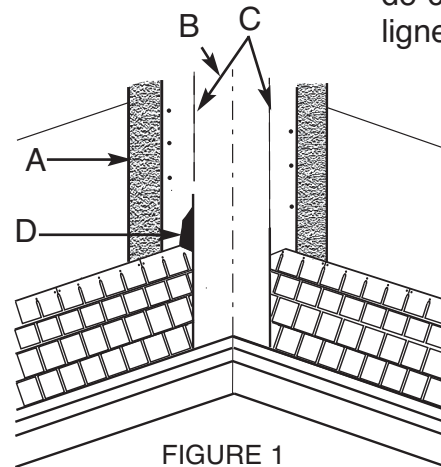

FIGURE 1
**OPEN METAL VALLEY:** (FIGURE 1) For longer roof performance, metal valleys are recommended. Complete valley flashing before shingles are applied. Center a 36" width strip of ICE & WATER PROTECTOR (A) in the valley. Ensure flashing is tight to the deck, then fasten with only enough nails to hold in place, nailing at the edges only. Center a minimum 24" wide, minimum 28 gauge pre-finished/galvanized metal valley liner (B) in the valley, and fasten with only enough nails to hold in place, nailing at the edges only. Snap two chalk lines (C) the full length of the valley, 6" apart at the top and increasing in width 1/8" per foot towards the bottom. When the shingles are being applied, lay them over the valley flashing, trim the ends to the chalk line, and cut a 2" triangle off the corner to direct water into the valley (D). Embed the valley end of each shingle into a 3" band of asphalt plastic cement (D), and nail the shingles 2" back from the chalk line, 2 3/4" down from the top edge of the shingle.
**NOUES MÉTALLIQUES OUVERTES :** (FIGURE 1) Pour maximiser la durée de vie du toit, la pose de noues métalliques est recommandée. Installer les solins de noues avant de poser les bardeaux. Placer une bande de 36" de PROTECTEUR CONTRE L'EAU ET LA GLACE (A) au centre de la noue, en vérifiant que le solin repose fermement sur le support. Puis, fixer en utilisant juste assez de clous pour tenir le tout en place (clouer sur les bords seulement). Placer au centre de la noue une garniture de noue de métal préfini/galvanisé d'au moins 24" de largeur et de calibre 28 (B), puis fixer en utilisant juste assez de clous pour tenir le tout en place (clouer sur les bords seulement). Tracer deux lignes au cordeau (C) à 6" l'une de l'autre de chaque côté du sommet sur toute la longueur de la noue en augmentant cette distance de 1/8" par pied vers le bas. Placer les bardeaux par-dessus le solin de noue et couper les extrémités sur la ligne de craie, puis enlever un triangle de 2" dans le coin afin de diriger l'eau dans la noue (D). Placer l'extrémité de la noue de chaque bardeau dans une bande de 3" de ciment asphaltique (D), puis clouer les bardeaux à 2" de la ligne de craie (2 3/4" du bord supérieur vers le bas).